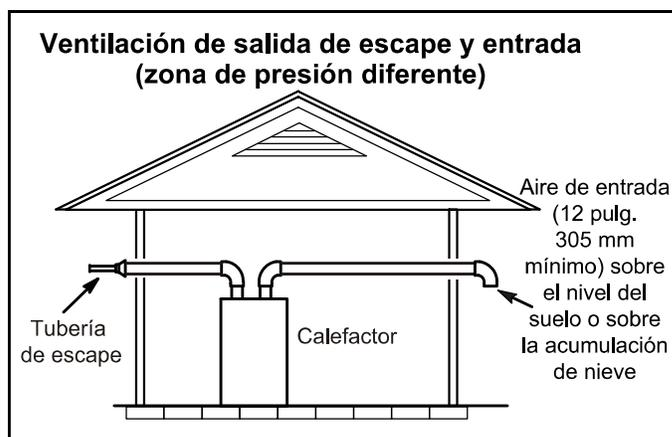
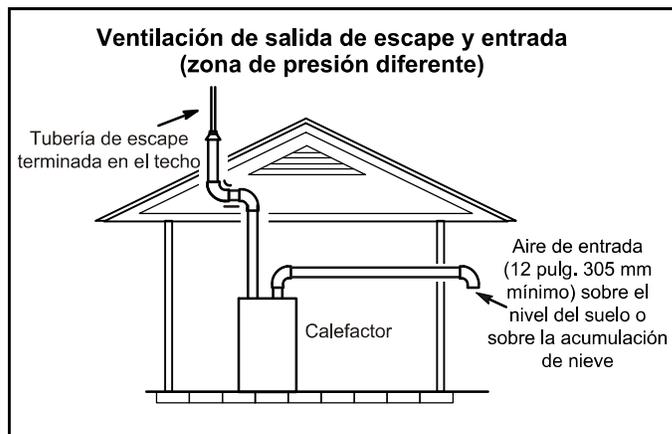

Figura 32
Figura 33
- 1 - Las terminaciones de entrada y de escape no tienen que estar en la misma zona de presión. Usted puede sacar la entrada en un lado de la estructura y el escape en el otro lado (Figura 32). Usted puede sacar el escape por el techo y la entrada por el costado de la estructura (Figura 33).